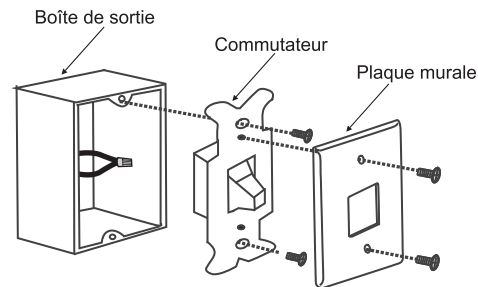

Fig. 19
Étape 1. Retirez la plaque murale existante et l'ancien interrupteur de la boîte de sortie murale. Ecroutez les fils noirs (chauds) et poussez à l'intérieur de la boîte de sortie. (Fig. 19)